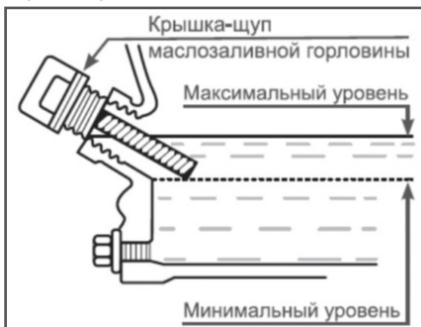

Рис. 9 Проверка уровня масла в картере
5. Аккуратно вытащите щуп и осмотрите его. Уровень масла должен соответствовать верхней отметке на щупе (Рис. 9).
Максимальный уровень масла в картере соответствует нижней кромке заливного отверстия (Рис. 9).
- Выкрутите крышку-щуп маслозаливной горловины и извлеките щуп (Рис. 9).
При недостаточном уровне масла в картере необходимо долить чистое масло до верхней отметки на щупе, что соответствует нижней кромке заливного отверстия (Рис. 9).